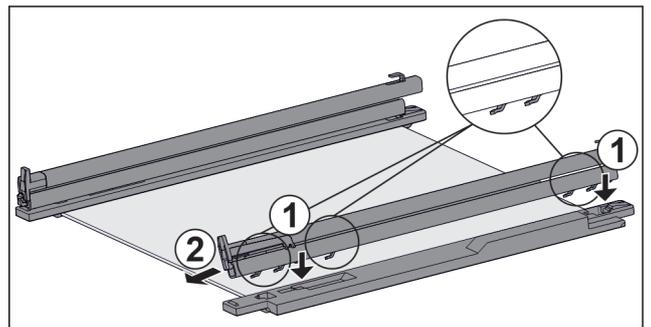

Fig. 110 Glasplatte mit Schienen und Halteteilen
- ▶ Haken der Schiene auf die Öffnungen des **linken** Halte- teils setzen. *Fig. 110 (1)*
- ▶ Schiene nach vorne ziehen. *Fig. 110 (2)*
- ▶ Haken der Schiene auf die Öffnungen des **rechten** Halte- teils setzen. *Fig. 110 (1)*